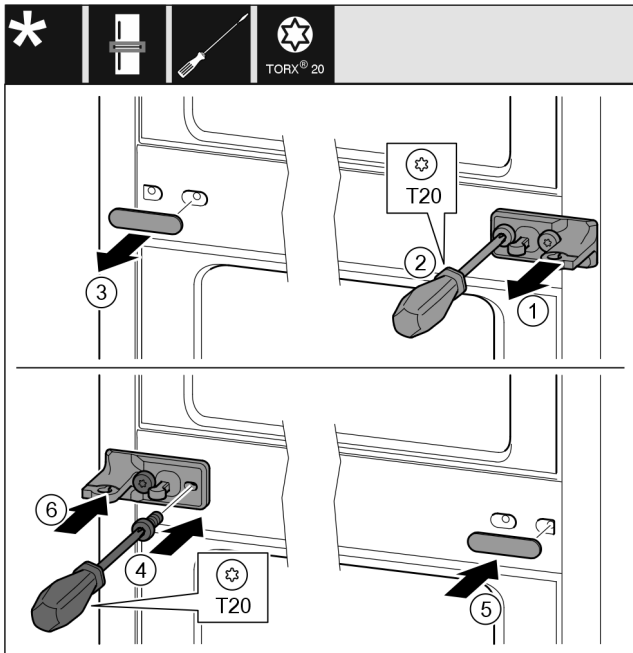

Fig. 43
- ▶ Extrageți șaiba Fig. 43 (1).
- ▶ Demontați șuruburile Fig. 43 (2) cu șurubelnița.
- ▶ Desprindeți cu precauție capacul Fig. 43 (3).
- ▶ Înșurubați ferm pe cealaltă parte suportul de lagăr cu folie Fig. 43 (4) rotit cu 180°.
- ▶ Atașați pe cealaltă parte capacul Fig. 43 (5) rotit cu 180°.
- ▶ Montați șaiba Fig. 43 (6) din față.